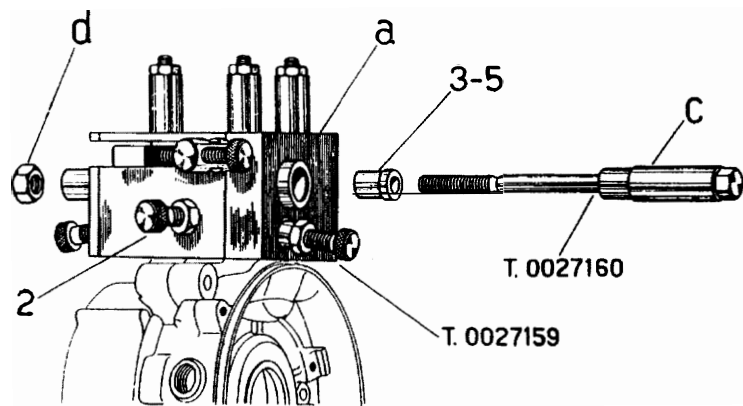

Fig. 36
1. - Centre and secure the con - rod using the tool illustrated at fig. 36. The operation is to be carried out as follows :
1. - Centrar y bloquear la biela mediante el útil de la fig. 36. La operación se efectúa como se indica a continuación.